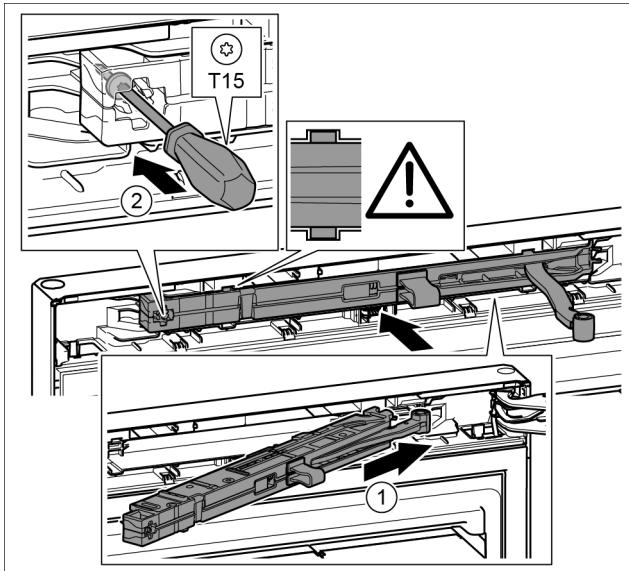

Fig. 41
- Schließdämpfereinheit auf der Lagerbockseite bis zum Anschlag schräg in die Aussparung einschieben. *Fig. 41 (1)*
- Schraube mit einem Schraubendreher T15 festschrauben. *Fig. 41 (2)*